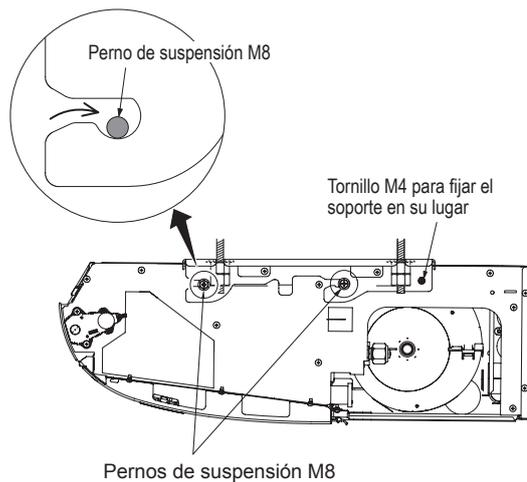

Fig. 4-17
- b) Suspender la unidad interior del soporte. Apertar los pernos de suspensión M8 y fijar la unidad interior en su ubicación. (Fig. 4-17)